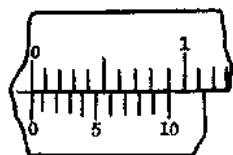

图 1-1-2 0.10 毫米游标卡尺刻线原理
0.10 毫米游标卡尺的主尺每小格 1 毫米,当卡尺两脚合并时,主尺上 9 毫米刚好等于副尺上 10 格(如图 1-1-2 所示),则副尺每格为: $9 \text{ 毫米} \div 10 = 0.9 \text{ 毫米}$ 。主尺与副尺每格相差 $1 \text{ 毫米} - 0.9 \text{ 毫米} = 0.10 \text{ 毫米}$ 。这种刻线方法的优点是线条清晰,容易读准。